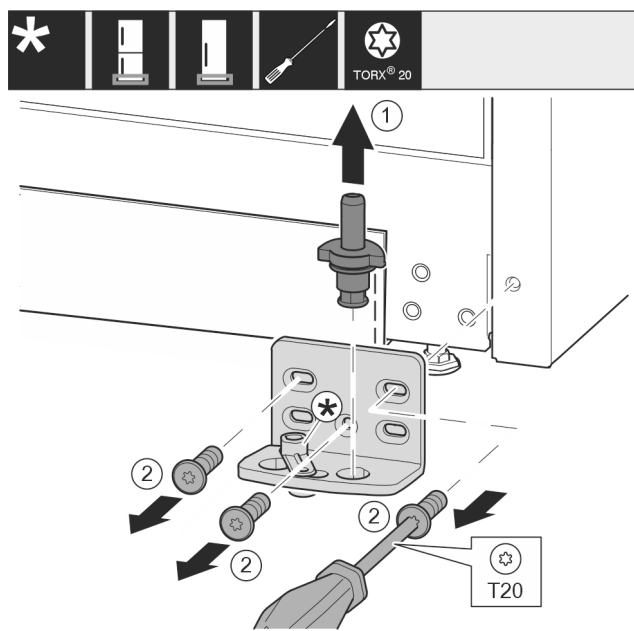

Fig. 13
- Kompletną płytkę zawiasu wyjąć w górę. Fig. 13 (1)
- Śruby wykręcić przy pomocy śrubokręta T20 i zdjąć płytkę zawiasu. Fig. 13 (2)